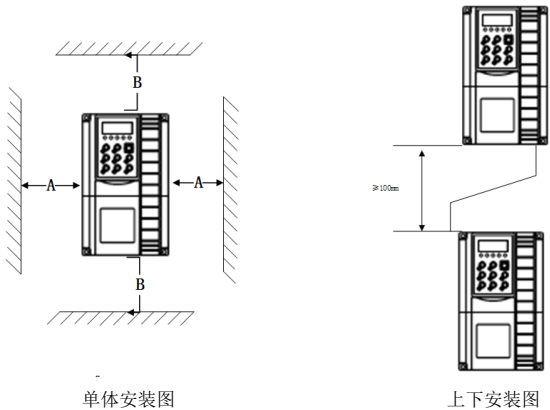

图 3-1 安装示意图
- 1) 请垂直安装变频器，便于热量向上散发。但不能倒置。若柜内有较多变频器时，最好是并排安装。在需要上下安装的场合，请参考图 3-1 的示意，安装隔热导流板。
- 2) 安装空间遵照图 3-1 所示，保证变频器的散热空间。但布置时请考虑柜内其它器件的散热情况。